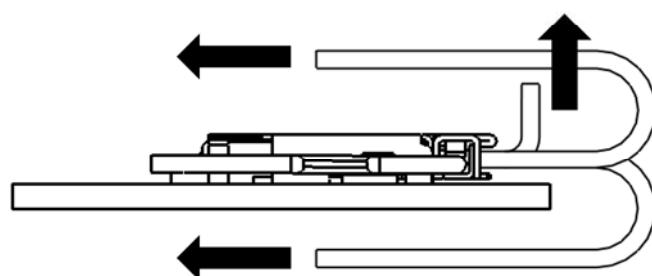

図 22 (Fig. 22)
- ・図 22 のように、矢印方向に常に力が加わるようなケーブルの引き回しを行うと、嵌合外れやコネクタの破損等の恐れがありますので、ご注意願います。
- ・Continuous force of the direction shown in black arrow in Fig. 22 can damage connectors or cause the coming off from receptacle connector. Please be careful NOT to apply such force.